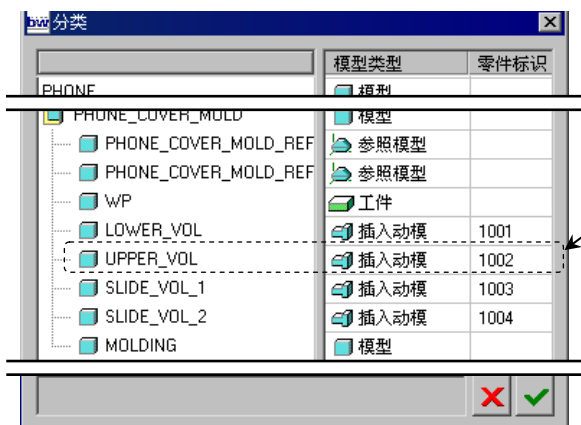

图 31.41 “分类”对话框
Step3. 元件分类。单击 **EMX 常规** 功能选项卡 **项目** 控制区域中的 **分类** 按钮，此时系统弹出“分类”对话框；在对话框中双击图 31.41 所示的设置；在下拉列表中选择 **插入定模** 选项，然后单击 **确定** 按钮。